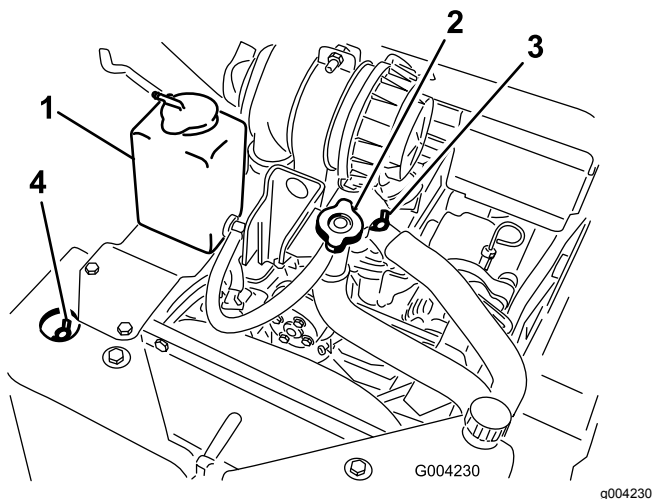

Figure 51
- A. Enlevez le bouchon de remplissage de liquide de refroidissement (Figure 51).
- B. Ouvrez les vannes de purge de liquide de refroidissement avant et supérieure (Figure 51).
commence à sortir par la vanne de purge avant (Figure 51).
- D. Fermez la vanne de purge avant (Figure 51).
E. Versez du liquide de refroidissement dans le goulot de remplissage jusqu'à ce qu'il commence à sortir par la vanne de purge supérieure (Figure 51).
F. Fermez la vanne de purge supérieure (Figure 51).
G. Versez du liquide de refroidissement dans le goulot de remplissage jusqu'à ce qu'il monte dans le goulot (Figure 51).
H. Remettez le bouchon de remplissage de liquide de refroidissement en place (Figure 51).